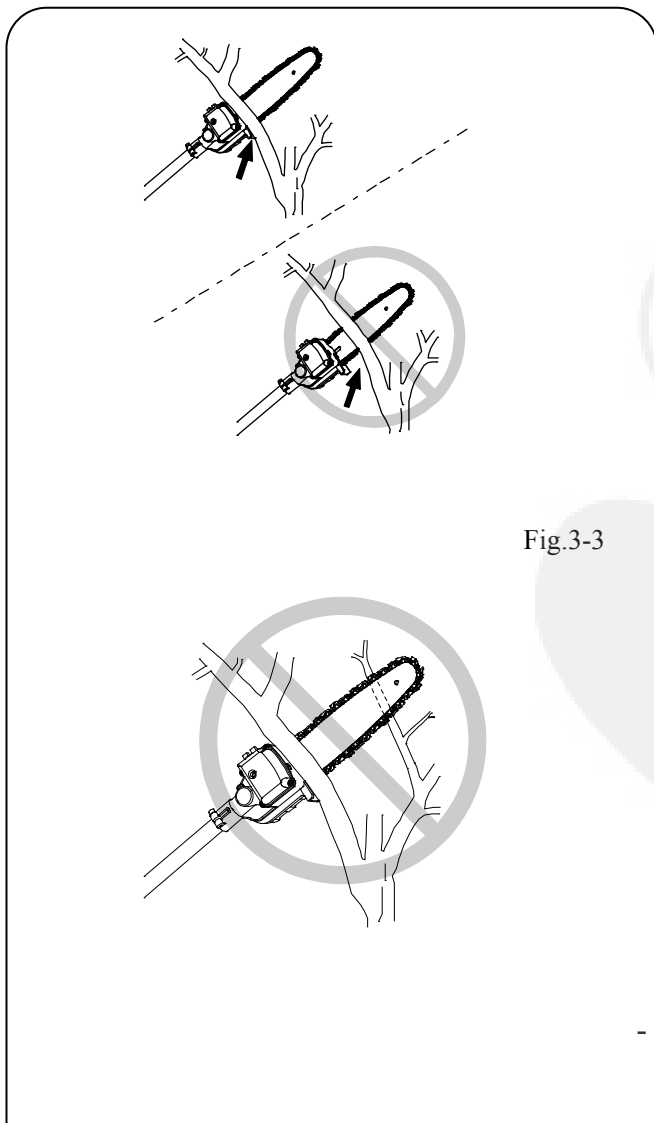

Fig.3-3
- Appuyer le guide sur le carter d'engrenage contre la branche à couper. Grâce à cette technique, la chaîne qui tourne ne sera pas projetée en arrière lors de la coupe des branches. Il ne faut pas qu'il y ait d'espace entre le guide et la branche coupée; ne pas faire d'aller-retour avec la chaîne. (Fig.3-3)